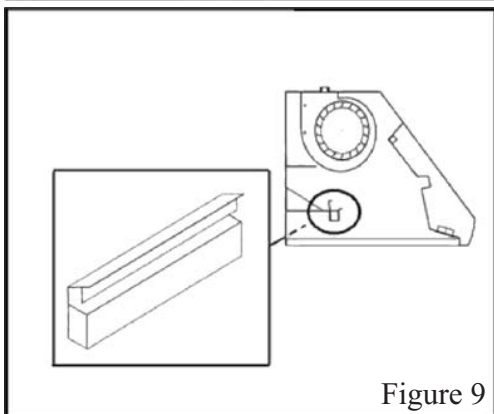

Figure 9
7. Laissez tomber le tunnel de graisse dans le support d'intercession près de l'arrière de la hotte. Se référer à la Figure 9.